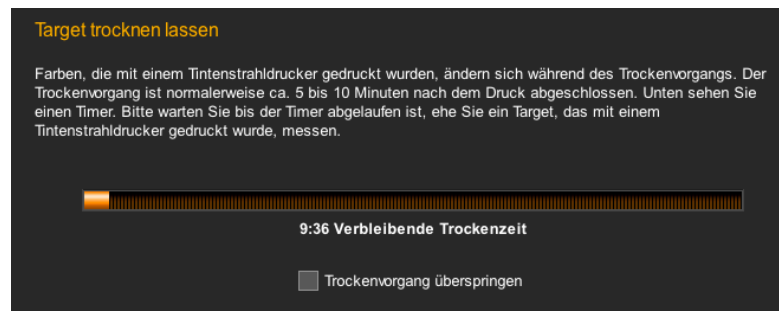

Abb. 3-38:
8. Nun muss das zweite, so berechnete Target gedruckt werden (Abb. 3-38).